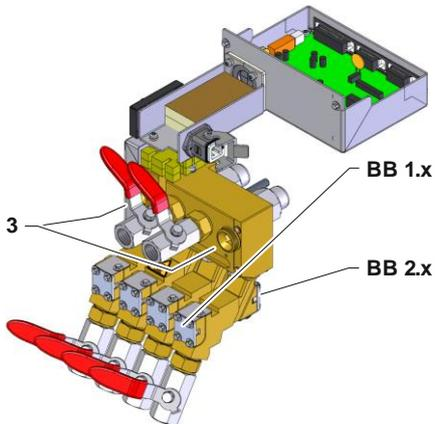

Abb. 4: Flow-5 mit Kugelhahn
- Falls vorhanden, Absperrhahn OUT 1 und OUT 4 (Kennzeichnung 3 → Abb. 4) montieren.